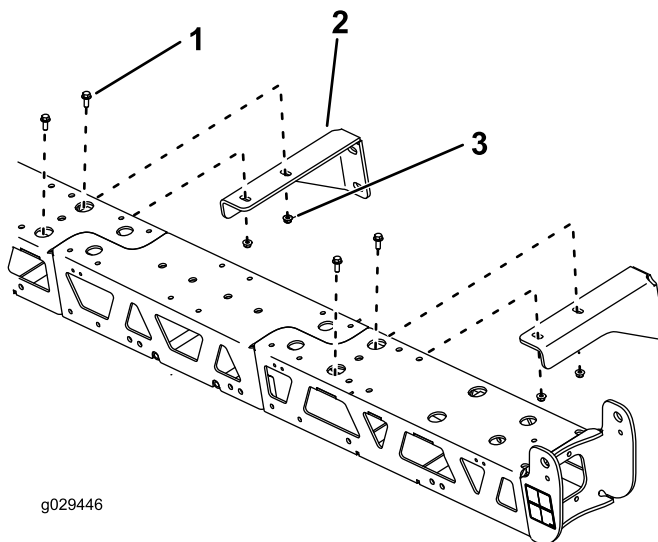

Figura 12
4. Instale los soportes de montaje usando las fijaciones que se utilizaron anteriormente para montar los soportes, según se muestra en Figura 12.